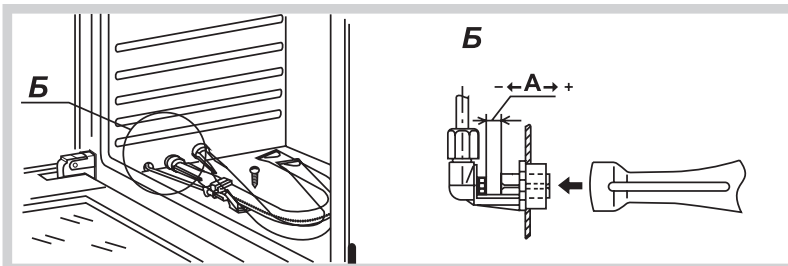

Рис. 19
- выкрутить шуруп и достать горелку из корпуса сопла (рис. 19);